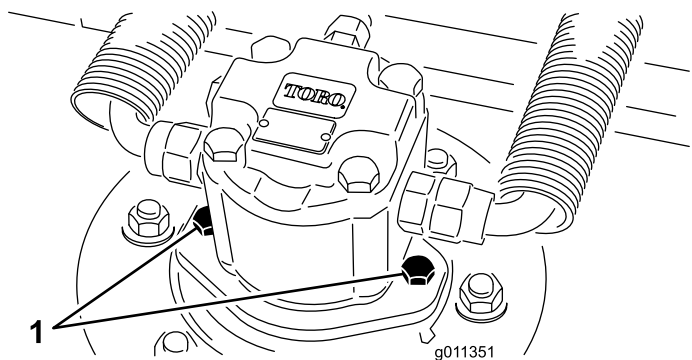

図 96
2. カッティングユニットから油圧モータを外す図 96。異物がつかないように、スピンドル上部にはカバーを掛けておく。
4. デッキに油圧モータを取り付ける 図 96。Oリングを忘れずに、また、損傷させないように注意して取り付ける。